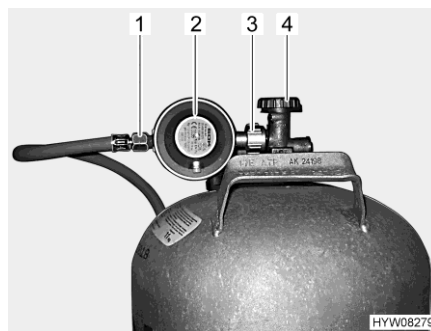

Fig. 86 Conexión de la bombona de gas
- Cerrar la llave de paso principal (Fig. 86,4) de la bombona de gas. Observar el sentido de la flecha.
- Retener el regulador de presión de gas (Fig. 86,2) y abrir la tuerca moleteada (Fig. 86,3) (por lo general, rosca a la izquierda).
- Retirar el regulador de presión de gas con la goma del gas (Fig. 86,1) de la bombona de gas.
- Colocar el regulador de presión de gas (Fig. 86,2) con goma del gas (Fig. 86,1) en la bombona de gas y apretar la tuerca moleteada (Fig. 86,3) (por lo general, rosca a la izquierda). **No** apretar demasiado firmemente.